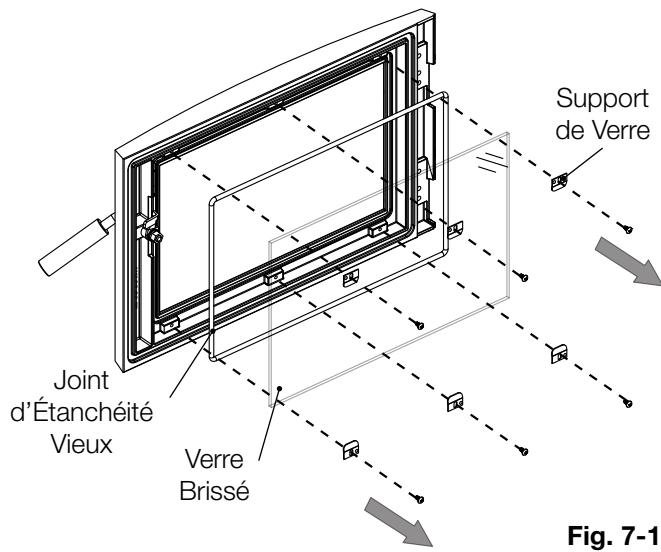

Fig. 7-1
- Retirez les 6 vis servant à fixer les supports du verre (**Fig. 7-1**). Mettez de côté les vis et les supports de verre.